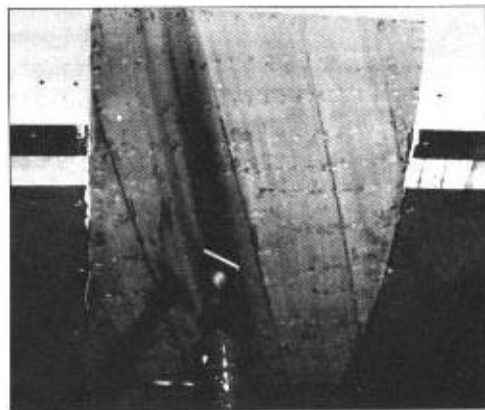

Figura 6-19 Continúe hasta terminar todas las capas, alcanzando el espesor del recubrimiento exterior.
6. Continúe la operación hasta que todas las chapas hayan sido colocadas y el espesor del recubrimiento original sea el doble (*Figura 6-19*). Cada vez que efectúe el encolado de nuevas chapas, quite las grapas que sujetaban la capa previa. De esta manera las laminas anteriores permanecerán en posición aún cuando el epoxi no haya curado completamente. Esto permitirá efectuar el encolado de varias capas de chapa en una operación continua. Asegúrese de que las grapas tienen el largo necesario para penetrar hasta los listones o hasta chapas que hayan curado completamente. Deje que la última capa cure completamente antes de quitar las grapas y llevar a cabo un alisado y el acabado final.